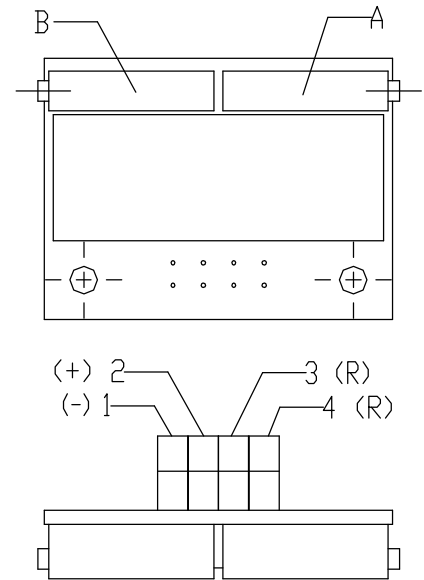

Рис.6
4.3.1 EPV - 2-проводниковое включение (рис.6)
- Установите датчик сопротивления на основании инструкции в предыдущей главе так, что величину сопротивления измеряйте на клеммах R-R (рис.6). (*употреблен датчик с сопротивлением 100Ω*).
- Поворачиванием устанавливающего триммера А (рис.6) установите величину выходного сигнала тока, измеряемого на клеммах 81-82, на величину 4 мА.
- Поворачиванием устанавливающего триммера В (рис.6) установите величину выходного сигнала тока, измеряемого на клеммах 81-82, на величину 20 мА.